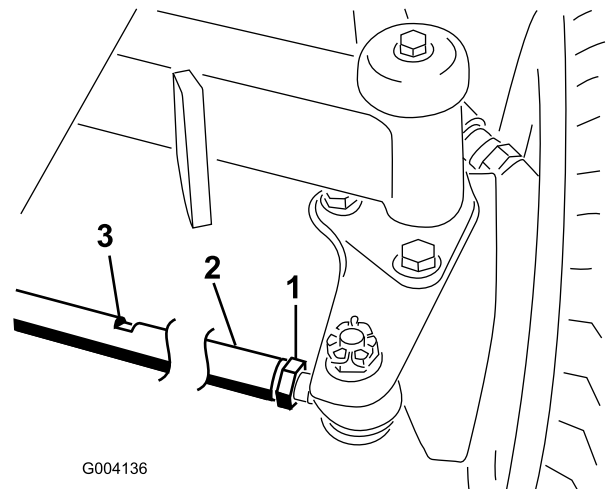

Figura 56
2. Afloje las contratuercas de ambos extremos del tirante (Figura 56).